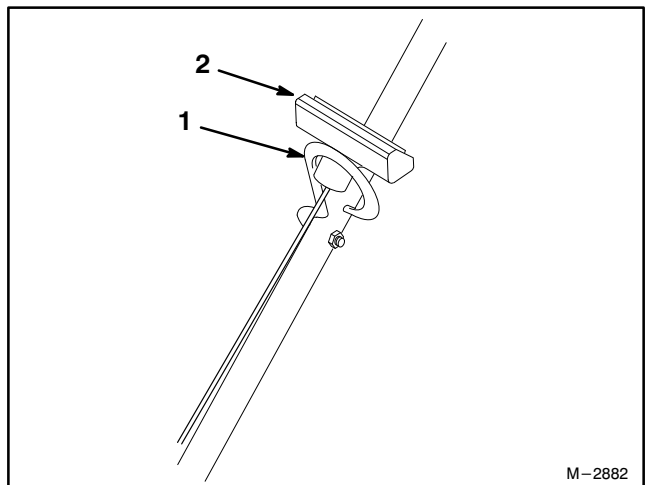

Figure 4
1. Passer la corde du lanceur dans le guide placé sur le mancheron (Fig. 4). Pour l'insérer plus facilement, serrer la barre de commande contre la poignée pour libérer le frein de lame.